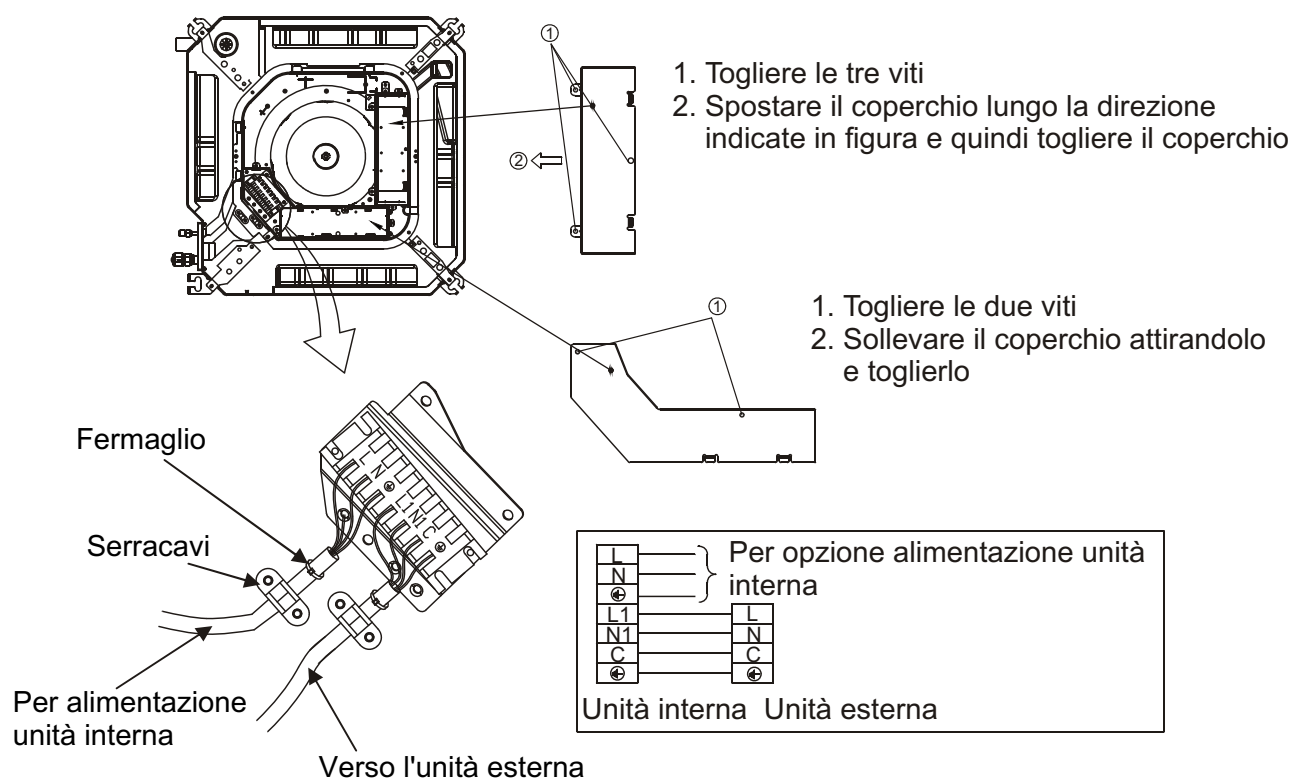

Fig.16
3. Collegare le estremità del cavo ai terminali delle unità interna ed esterna, come illustrato in Fig. 16.